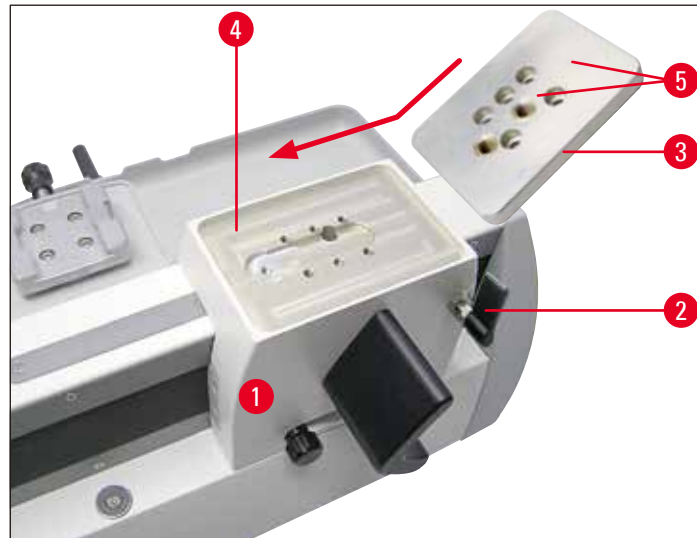

Fig. 9
- Comme indiqué à la (→ Fig. 9), poser la plaque intermédiaire sur la surface utile. Veiller à ce que les deux repères (→ Fig. 9-5) soient situés en haut et orientés vers l'arrière.